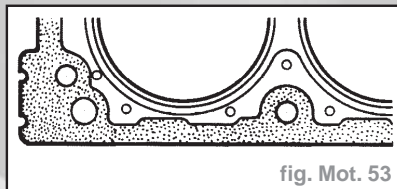

fig. Mot. 53
- Index avec un trou carré (fig. Mot. 53).